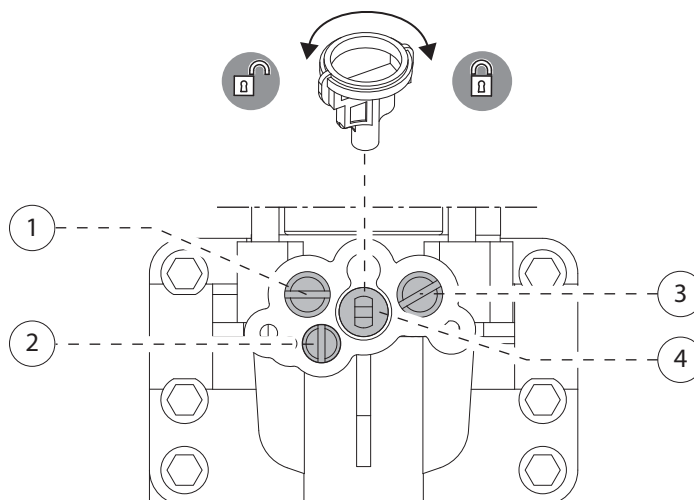

Fig. 27
**Importante:** al momento del collaudo in fabbrica la forza di spinta è già tarata in funzione della velocità e della lunghezza dell'asta. Verificare quindi la reale necessità di intervenire per un'altra regolazione sui registri di massima e minima pressione idraulica nel circuito del corpo valvola serbatoio olio; i due registri, uno rosso e uno verde, sono posizionati frontalmente sulla valvola, alla base del pistone di movimento asta (Fig. 27).